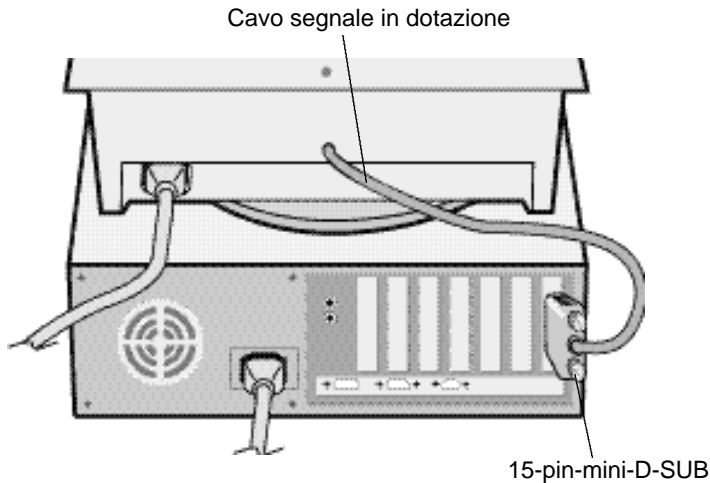

Figura A.1
- 3 **Per PC:** Connettere il connettore 15-pin-mini-D-SUB al connettore della scheda video del Vostro sistema (Figura A.1). Avvitate bene tutte le viti.